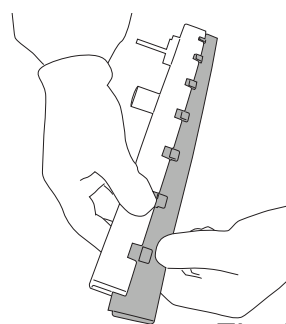

Fig.41
- Tire de los labios para extraer el grupo (Fig. 41).